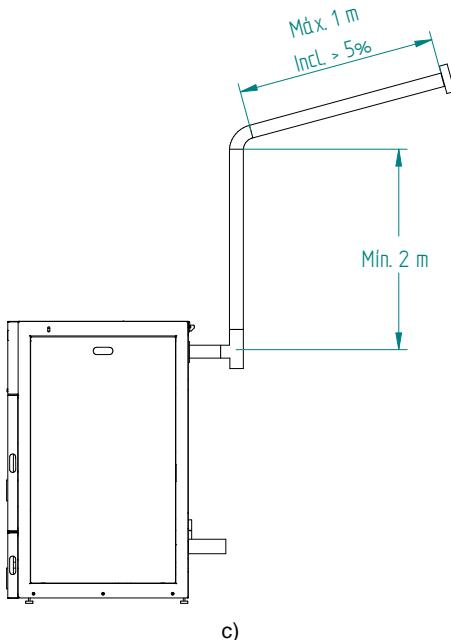

Figura 6 – Exemplos de instalações tipo.
**Nota:** sempre que a chaminé ultrapassar 4 metros de altura, a partir desta cota deverá aumentar o diâmetro da chaminé para a secção imediatamente a seguir à medida da saída de gases da máquina (Figura 6 - b). Por exemplo, para uma saída de 100mm de diâmetro, a partir dos 4 metros esta deverá ter 120 mm de diâmetro. Em alternativa poderá fazer desde a base toda a instalação com um diâmetro de 120 mm.
Tal como mostra a Figura 6, a instalação da caldeira a pellets traz o tubo de exaustão  $\varnothing$  100 mm directamente para a chaminé. Se a chaminé for muito grande é recomendado entubar a saída de fumos com um tubo de diâmetro interno mínimo de 100 mm.